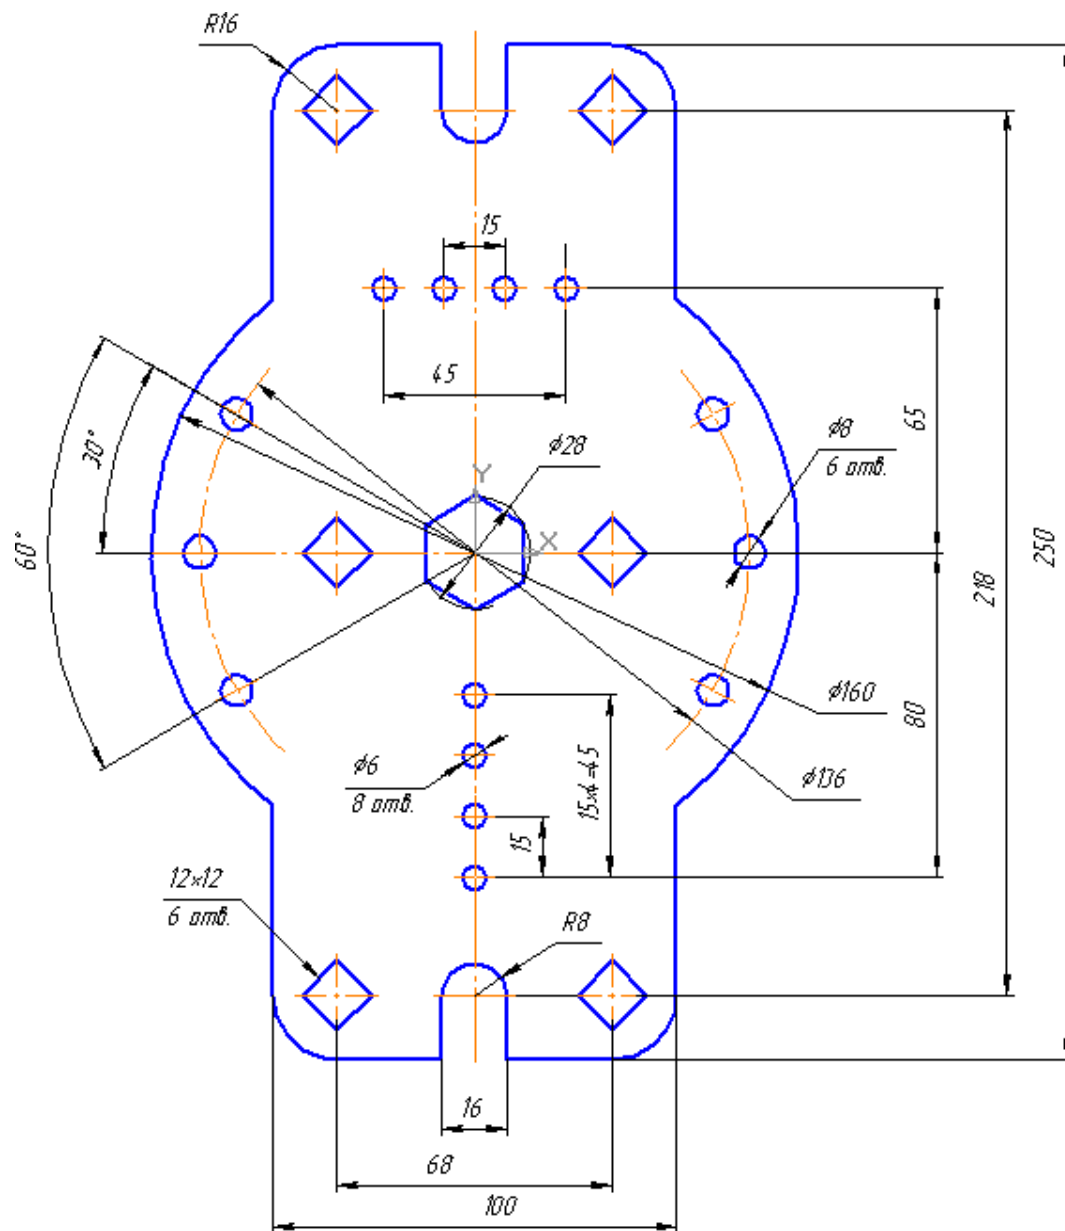

Рис. 1
Задание (рис. 1).
3. Проставьте размеры, рис. 1.